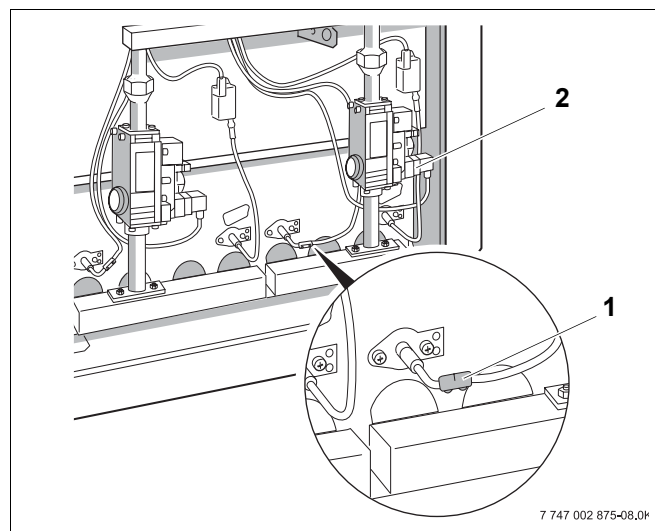

Рис. 33 Проверка контроля пламени
- Удалите защиту от прикосновения на контрольном кабеле (рис. 33, **поз. 1**) и разъедините штекерное соединение.
Примерно через 12 секунд откроется электромагнитный клапан (рис. 33, **поз. 2**), что можно распознать по тихому щелчку. Примерно через 10 секунд после этого горелка переключается на неисправность, т.е. загорится сигнальная лампочка на кнопке подавления помех.